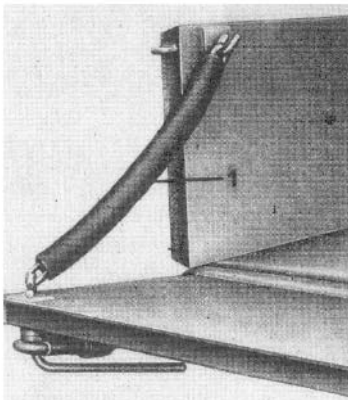
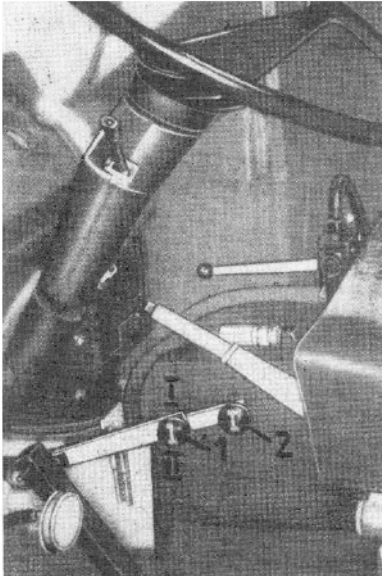
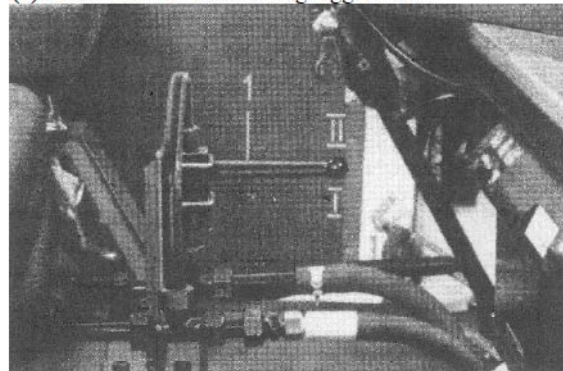
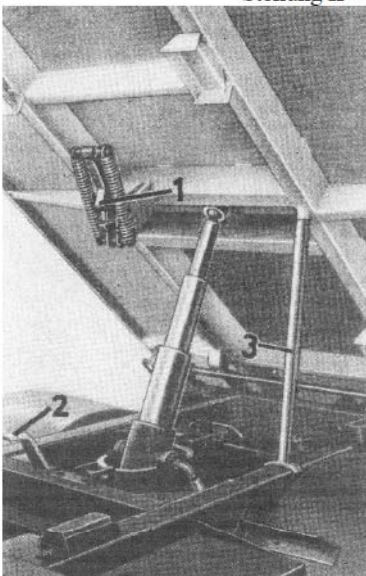

Bild 75
Bild 76
Bild 77. Bedienelement der Hydraulik
Bild 78. Niederspannvorrichtung
2. Anschließend wird die Bordwand an der Entladeseite geöffnet (Öffnen der Bordwände siehe Bild 68) und die Haltekette (Bild 75/1) eingehängt. Sind diese Arbeiten ausgeführt, so wird als erstes ausgekuppelt. Es ist darauf zu achten, dass vor dem Einschalten der Hydraulikpumpe über den Hebel (Bild 76/1), der Hebel (Bild 77/1) auf Stellung I steht. Anschließend wird der Hebel im Fahrerhaus nach unten bis zum Anschlag betätigt, Stellung II (Bild 76/1), und somit die Hydraulikpumpe eingeschaltet. Jetzt wird die Kupplung wieder losgelassen und das Absperrventil in Absperrstellung II – Kippen – (Bild 77/1) gebracht. Es wird empfohlen, den Kippvorgang im mittleren Drehzahlbereich des Motors durchzuführen, um Schäden am Hydrauliksystem zu vermeiden. Kurz bevor der max. Kippwinkel erreicht wird, ist der Kippvorgang durch Zurücknehmen des Fahrfußhebels (Bild 34/4) so zu dosieren, dass die stoßartige Belastung in der Endstellung des Arbeitszylinders in Grenzen gehalten wird.
Nachdem die Kippbrücke entleert ist, wird ausgekuppelt, der Hebel in seine Ausgangsstellung I (Bild 76/1) gebracht und wieder eingekuppelt. Danach ist der Hebel des Absperrventils in Durchlaufstellung I – Senken – (Bild 77/1) zu bringen. Dadurch senkt sich die Kippbrücke in ihre Ausgangsstellung zurück
Nach dem Absenken der Kippbrücke ist darauf zu achten, dass der Haken den Niederspannvorrichtung (Bild 78/1) einrastet (schlagartiges Geräusch, die Kippbrücke muss auf den Gummiauflageleisten aufliegen).
Als Hilfsmittel dient das Betätigungsrohr vom Wagenheber. Mit Hilfe der Motorhydraulik wird der Aufbau in seine maximale Stellung nach hinten angekippt und zunächst solange in seiner Endlage belassen, bis beim Dreiseitenkipper das Betätigungsrohr auf den Bolzen am Aufbau eingestellt und mit seinem unteren Ende auf den Fahrgestelllängsträger gestellt wird (Bild 78/3). Danach wird mit der Motorhydraulik der Aufbau soweit abgesenkt, ist die Abstützung und Sicherung des Aufbaus durch das Betätigungsrohr wirksam wird, wovon man sich durch Sichtprüfung in jedem Fall zu überzeugen hat. Nach Beendigung der Arbeiten unter dem Aufbau erfolgt die Wiederherstellung des Fahrzustandes in umgekehrter Folge, d. h., Ankippen des Aufbaus in seine Endlage, herausnehmen des Betätigungsrohres, Absenken des Aufbaus. In allen Fällen hat die Handhabung des Betätigungsrohres so zu erfolgen, dass in Fahrtrichtung links gesichert wird und das Rohr mit ausgestrecktem Arm gehalten wird, damit eine Betätigung unter dem Aufbau zum Zwecke der Sicherung desselben weitgehend unterbleibt.
1. Nach dem Anziehen der Feststellbremse wird als erstes ausgekuppelt. Es ist darauf zu achten, dass vor dem Einschalten der Hydraulikpumpe über den Hebel (Bild 76/1), der Hebel (Bild 77/1) auf Stellung I steht.
2. Anschließend wird der Hebel im Fahrerhaus nach unten bis zum Anschlag betätigt, Stellung II (Bild 76/1), und somit die Hydraulikpumpe eingeschaltet. Jetzt wird die Kupplung wieder losgelassen und das Absperrventil in Absperrstellung II – Kippen – (Bild 77/1) gebracht. Es wird empfohlen, den Kippvorgang im mittleren Drehzahlbereich des Motors durchzuführen, um Schäden am Hydrauliksystem zu vermeiden. Kurz bevor der maximale Kippwinkel erreicht wird, ist der Kippvorgang durch Zurücknehmen des Fahrfußhebels (Bild 31/4) so zu dosieren, dass die stoßartige Belastung in der Endstellung des Arbeitszylinders in Grenzen gehalten wird. Nachdem die Kippmulde entleert ist, wird ausgekuppelt, der Hebel in seine Ausgangsstellung I (Bild 76/1) gebracht und wieder eingekuppelt. Danach ist der Hebel des Absperrventils in Durchlaufstellung I – Senken – (Bild 77/1) zu bringen. Dadurch senkt sich die Kippmulde in ihre Ausgangsstellung zurück. Nach dem Absenken der Kippmulde ist darauf zu achten, dass der Haken der Niederspannvorrichtung (Bild 78/1) einrastet (schlagartiges Geräusch, die Kippmulde muß auf den Gummiauflageleisten aufliegen).